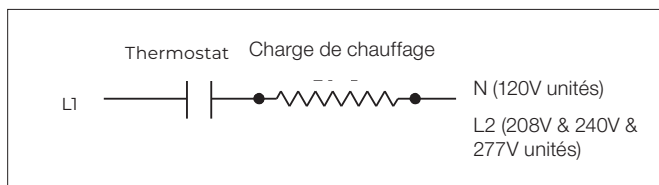

Figure 16 – Schéma de câblage – Radiateur à convection XPA
6. Tous les radiateurs sont précâblés en usine et prêts pour une connexion directe aux câbles d'alimentation (voir la Figure 16, page 17).